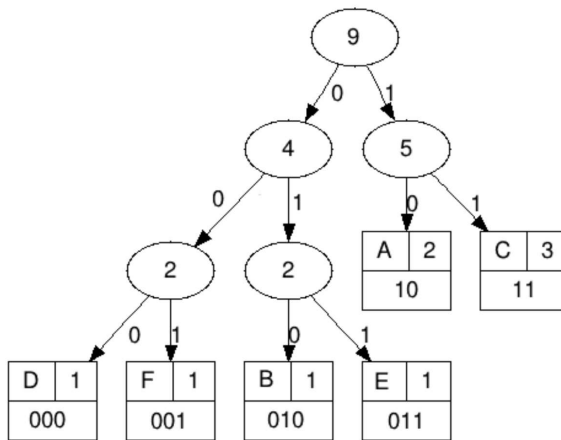

FIGURE 2 – Arbre de Huffman.
Pour obtenir le code binaire de chaque caractère, on descend sur la Figure 2 de la racine jusqu'aux feuilles en ajoutant à chaque fois au code un 0 ou un 1 selon la branche suivie.
Les feuilles de l'arbre de Huffman (leaf) sont codées sous la forme de tuple avec comme premier élément le caractère et comme deuxième élément le poids. Pour l'arbre donné en exemple en Figure 2, on aura 6 tuples : ('A',2), ('B',1), ('C',3), ('D',1), ('E',1) et ('F',1).
**Q21.** Dessiner l'arbre de Huffman correspondant à `htree` de la question précédente en vous inspirant de la Figure 2.